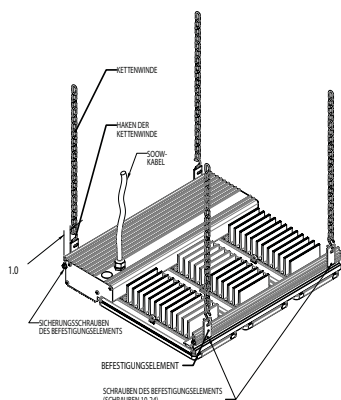

Abbildung 3 – Kettengewindemontage
- Die Befestigungselemente sind 1" von jedem Ende des Leuchtmittels aus dem Werk entfernt (siehe Abbildung 3). Wenn Befestigungselemente neu positioniert werden müssen oder lose werden, dann ziehen Sie die Schrauben 10-24 bis auf 2,4 Nm fest, bevor Sie das Leuchtmittel aufhängen. Die Sicherungsschrauben des Befestigungselements sollten auf bis zu 7,3 Nm in allen vier Ecken des Leuchtmittels festgezogen werden. Die Befestigungselemente müssen in gleichem Abstand von den Enden des Leuchtmittels angebracht werden, damit das Leuchtmittel parallel zum Boden hängt.
- Die Ketten sollten gleich lang geschnitten sein, damit das Leuchtmittel parallel zum Boden hängt. Installieren Sie vier (4) Haken und vier (4) Ketten an das Leuchtmittel. Ein Haken und eine Kette pro Montagehalterung an jeder Ecke des Leuchtmittels. Montieren Sie das Leuchtmittel mindestens 91 cm von der Decke.